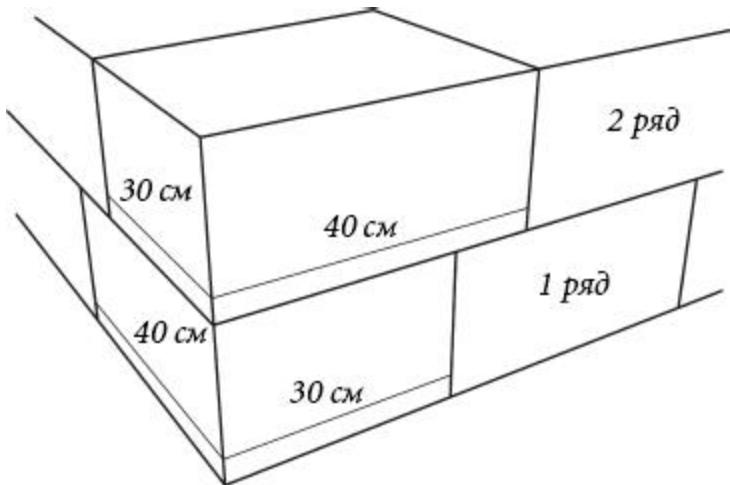

Рис. 15. Возведение стен из пеноблоков с перевязкой швов
1. Стену возводят из готовых блоков на цементном растворе с обязательной перевязкой швов (рис. 15) или монолитным способом в съемной опалубке из деревянных щитов. Блоки также можно изготовить на месте строительства, заливая в опалубку в виде ящиков приготовленную бетонную смесь. Смесь готовят из цемента марки м 00 и легкого наполнителя (например, керамзита, пемзы или каменноугольного шлака) в объемном соотношении 1 : 10, после перемешивания этих составляющих в смесь заливают воду и замешивают бетон до консистенции жидкого теста. Для повышения пластичности смеси в нее добавляют 1 – 2 части (по отношению к приведенным частям цемента и наполнителя) извести-пушонки. Смесь готовят с помощью бетономешалки. Вариант облегченного бетона – опилкобетон. Его замешивают из цемента марки М-300, извести, песка и сухих опилок в соотношении 1 : 1 : 2 : 6, сначала соединяя попарно цемент с песком и известь с